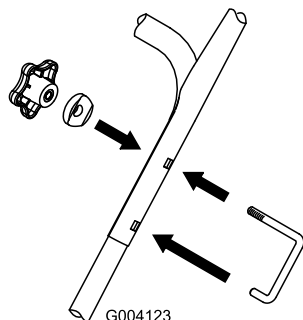

Bild 6
3. Schrauben Sie die Griffschrauben, die gewellten Scheiben und die Handräder lose auf, siehe Bild 6.